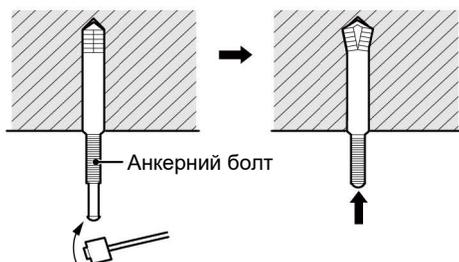

Рис.4.1.4
2) Вставте анкерний болт М10 в отвір, а потім вбейте цвях у болт, як показано на рис. 4.1.4, а потім зніміть паперовий шаблон.